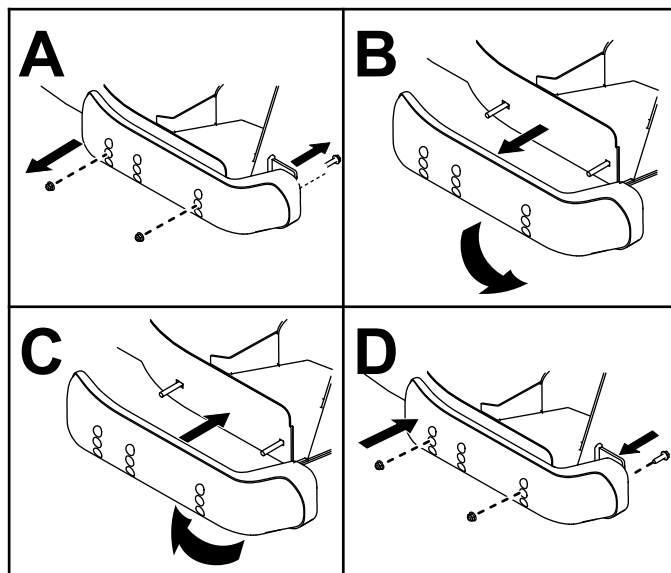

Figure 135
5. Déposez les patins sur les côtés du plateau de coupe (Figure 135).
6. Intervertissez les patins et fixez-le en place avec les vis retirées précédemment (Figure 135).